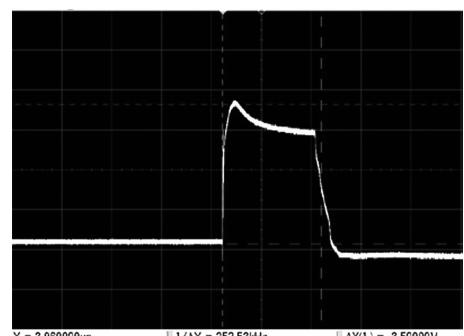

图 3 发射机晶闸管触发极触发脉冲波形
(3) 经过放大和整形后加载到晶闸管上的发射触发脉冲(发射机电源关闭状态)。主机直接送来的 12 V 电压,经过 N17805 形成 5 V 电压,加载到 54LS223 和 54LS244 芯片上,经过放大和整形后再经过 T2 变压器生成 3 路信号输出到晶闸管上的触发极。正常波形是幅度为 5 V,宽度为 3.5 μ s 的方波。波形如图 3 所示。